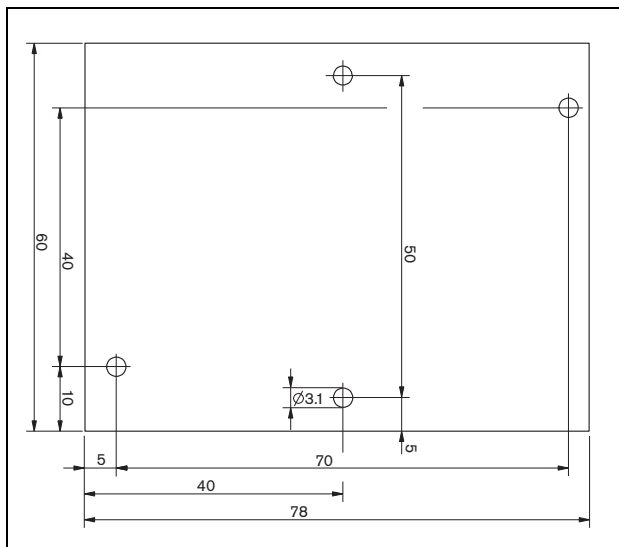

figura 13.5: Dimensioni
Per installare la scheda, ad esempio, in una cassetta, utilizzare le staffe di montaggio universali (LBB4446/00). Collegare la scheda alle staffe utilizzando i fori al centro (vedere figura 13.5).
- 2 Utilizzare i fori presenti agli angoli della scheda (vedere figura 13.5) per installarla in un altoparlante. Le bobine sulla scheda a circuito stampato (PCB) devono essere mantenute alla distanza di 30 mm o superiore dal magnete dell'altoparlante e ad una distanza di 50 mm o superiore dal trasformatore dell'altoparlante, altrimenti i campi magnetici possono disturbare il corretto funzionamento della scheda.